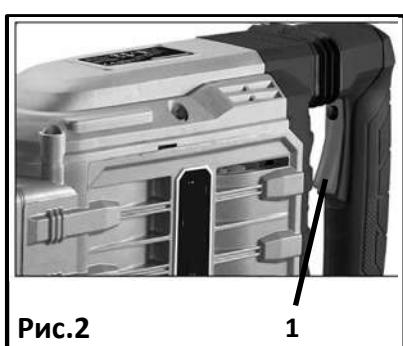

Рис.2
Убедитесь, что выключатель **(1)** Рис.2 установлен в положение **ВЫКЛ. (OFF) или (I)**.
Проверьте напряжение! Напряжение источника питания должно соответствовать напряжению, указанному на паспортной табличке электроинструмента. **ВКЛЮЧЕНИЕ:** Чтобы включить электроинструмент, переместите выключатель **(1)** в направлении, обозначенном символом "**I**". **Рис.2. ВЫКЛЮЧЕНИЕ:** Чтобы выключить электроинструмент, переместите выключатель в направлении, обозначенном символом "**0**".